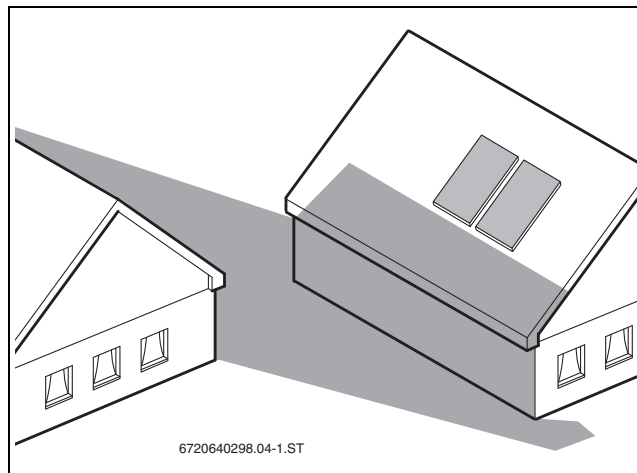

Bild 19 Beschattungen vermeiden
- Mögliche Beschattungen vermeiden (→ Bild 19).